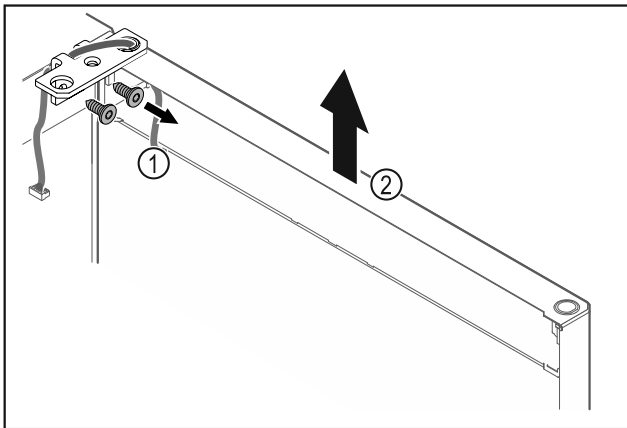

Fig. 20
- Svitare la cerniera angolare Fig. 20 (1).
- Sollevare la porta con la cerniera angolare Fig. 20 (2) di ca. 200 mm verso l'alto in senso orizzontale e rimuoverla.